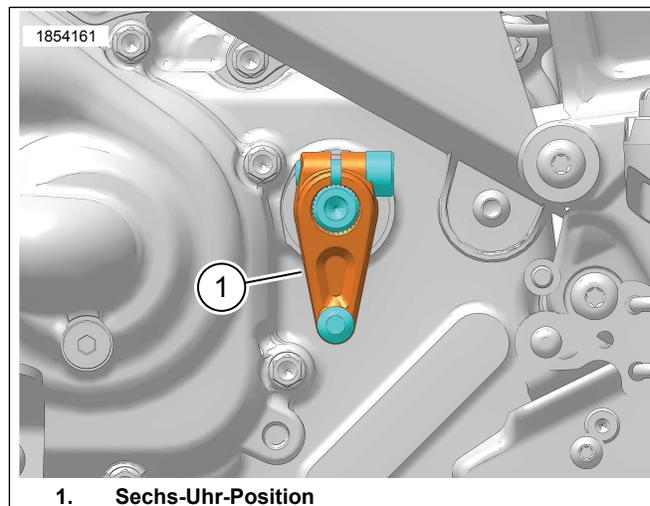

Abbildung 4. Richtige Position des Getriebeschalthebels
Siehe Abbildung 4. Sicherstellen, dass der Getriebeschalthebel genau auf die Sechsuhr-Position (1) ausgerichtet ist.